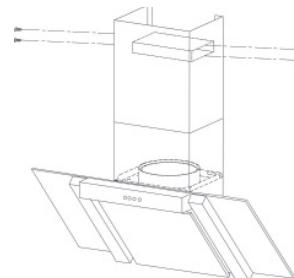

Abbildung 12
- Befestigen Sie den T-Sharp am inneren Teil der Rohrdeckung (siehe Abbildung 12).